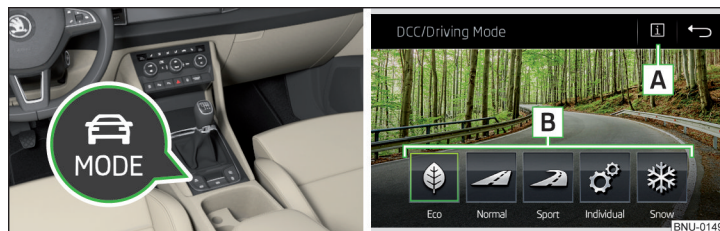

Fig. 281 Tecla para la selección del modo de conducción / Visualización en la pantalla Infotainment
» Presionar la tecla  » fig. 281.
En la pantalla del Infotainment se muestran las siguientes superficies funcionales » fig. 281.
- Por la pulsación de la superficie funcional correspondiente en la pantalla del Infotainment » fig. 281.